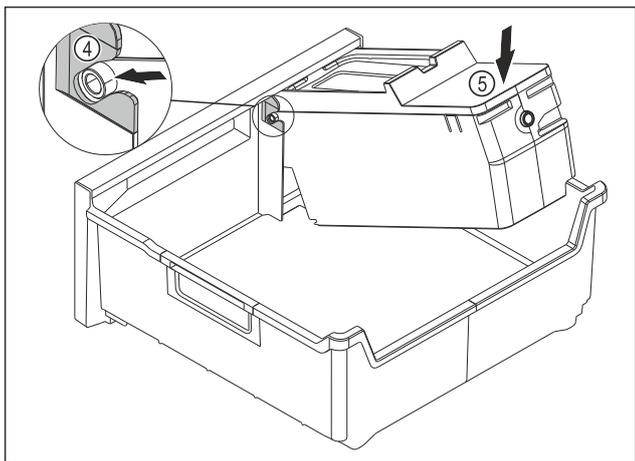

Fig. 115
- ▶ Montaż korpusu EasyTwist-Ice: Wsunąć osie korpusu EasyTwist-Ice w prowadnice Fig. 115 (4).
- ▶ Docisnąć korpus EasyTwist-Ice Fig. 115 (5) z tyłu do dołu.